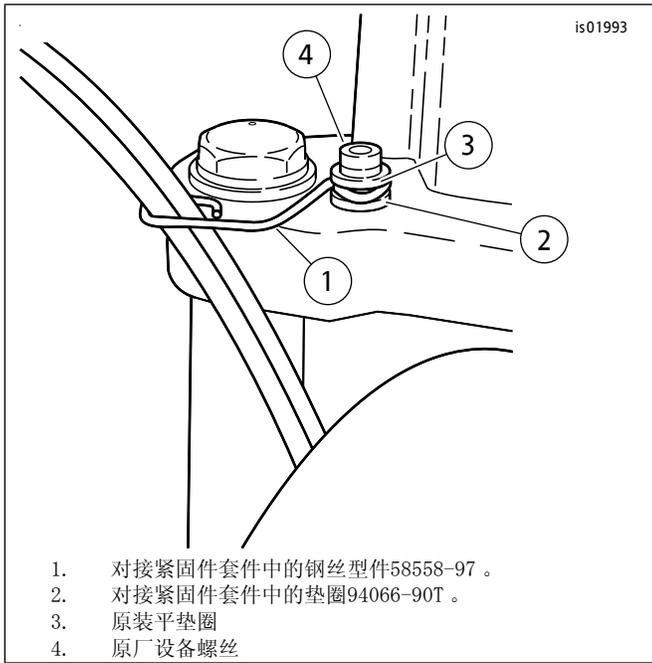

图1。节气门拉索附件
3. 参见图1。使用对接五金套件中的钢丝型件( 1 )将节气门拉索固定至上部安装夹具，如图所示。将套件中的镀铬垫圈( 2 )置于钢丝型件和安装夹具螺母之间。